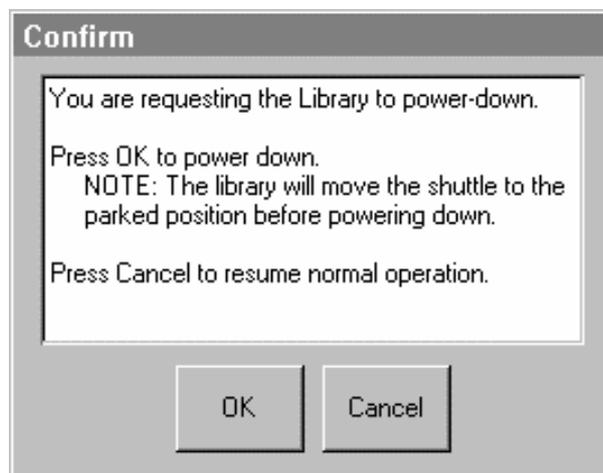

図 2-37 Confirm
2. 図 2-37 の画面が表示されました[OK]ボタンを押してください。自動的に電源が切れますのでタッチスクリーンが消えたことを確認して AC ケーブルを抜いてください。